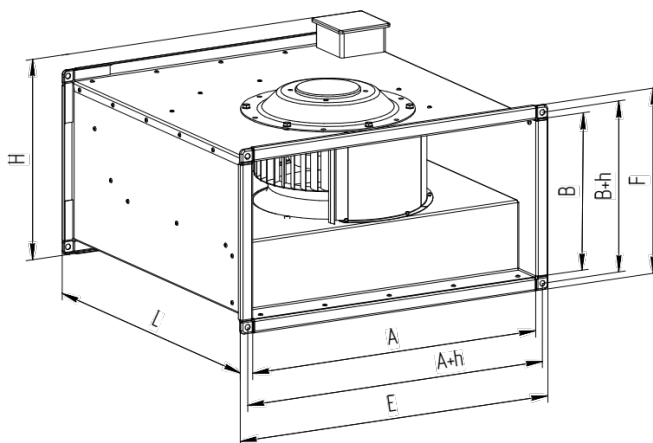

Рис. 1 - Вентилятор VKP.
2.1. Габаритные и присоединительные размеры приведены на рис. 1 и в таблице 1.